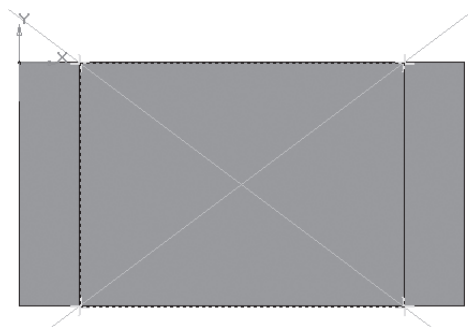

Рис. 7.6. Центр грани
19) С помощью команды «Вспомогательная прямая» найдите центр грани (рис. 7.6);